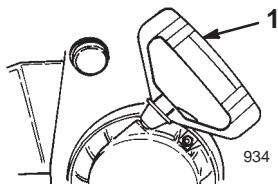

Figure 17
- **Lanceur** (Fig. 17)—Le lanceur se trouve à l'arrière du moteur. Tirez sur le lanceur pour mettre le moteur en marche.
- Prenez la poignée du lanceur (Fig. 17) et tirez-la lentement jusqu'à ce que vous sentiez une résistance, puis tirez vigoureusement pour lancer le moteur.